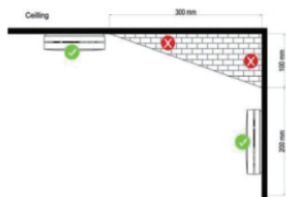

Figure 1
3. Falls der Alarm nicht in der Mitte der Decke installiert werden kann, platzieren Sie ihn in einem Abstand von 300 mm von den Ecken (siehe Abbildung 1).